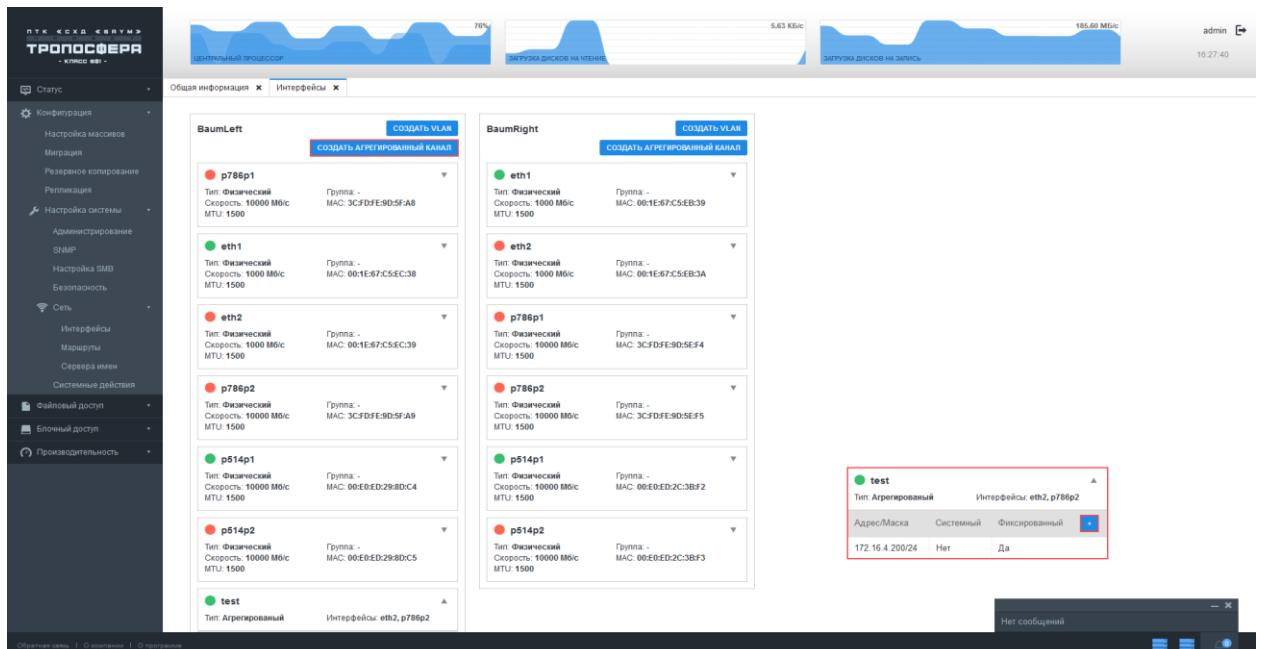

Рисунок 20 – Создание агрегированного канала
- 1) Перейти на вкладку «Конфигурация» → «Настройка системы» → «Сеть» → «Интерфейсы» (см. Рисунок 20).